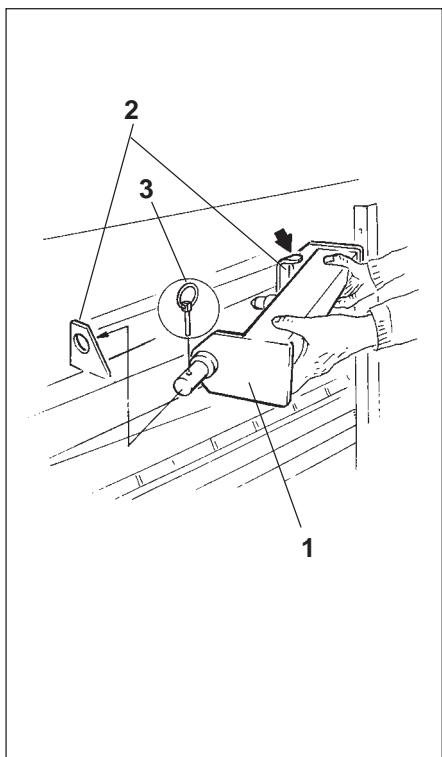
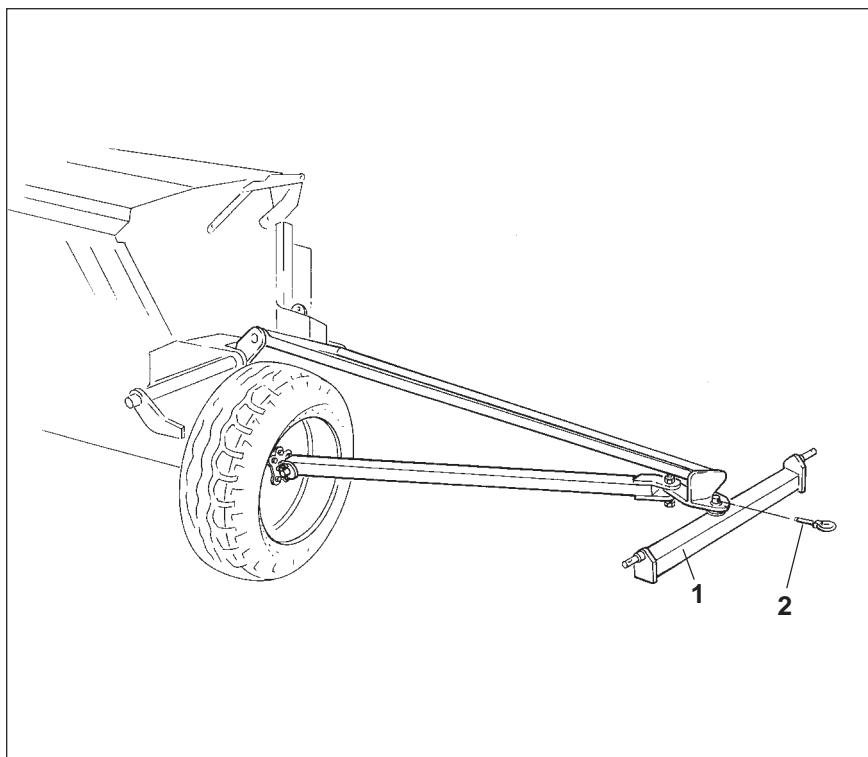

Рис. 19.9
Рис. 19.10
- Маятник нижней тяги (Рис. 19.9/1) закрепляется в крепление (Рис. 19.9/2) внизу семенного ящика и закрепляется при помощи откидного шплинта (Рис. 19.9/3).
- Маятник нижней тяги (Рис. 19.9/1) извлечете из креплений. Откидной шплинт используется снова для крепления маятника нижней тяги на тяговом дышле.
- Маятник нижней тяги (Рис. 19.9/1) вставьте снизу в приемник тягового дышла и закрепите при помощи откидного шплинта (Рис. 19.10/2).
- Закрепить маятник нижней тяги (Рис. 19.9/2) и зафиксировать при помощи откидного шплинта (Рис. 19.9/3).